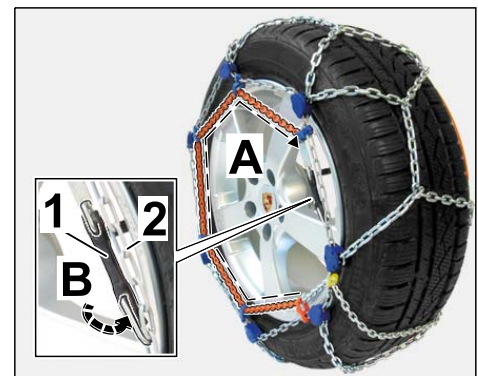
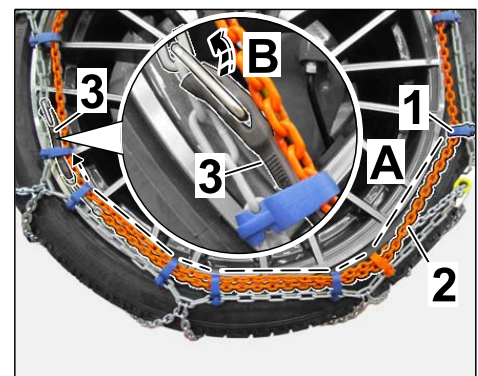

Figura 13
Figura 14
2.3.1 Guiar la cadena tensora hacia la placa de cierre, hasta la armella de plástico en color naranja (⇒ *Figura 13*).
2.3.3 Pasar el resto de la cadena tensora en redondo (⇒ *Figura 13-A*) por encima de todo el perímetro de la rueda y a través de las demás armellas de plástico.
2.3.4 Si la cadena tensora en la última armella de plástico no llega al extremo: Volver a pasar la cadena tensora a través de la armella de plástico (⇒ *Figura 14-A*).
2.3.5 Colgar el gancho de la goma de tensar con un poco de tensión en un eslabón de la cadena exterior (⇒ *Figura 13-B*- o ⇒ *Figura 14-B*-).